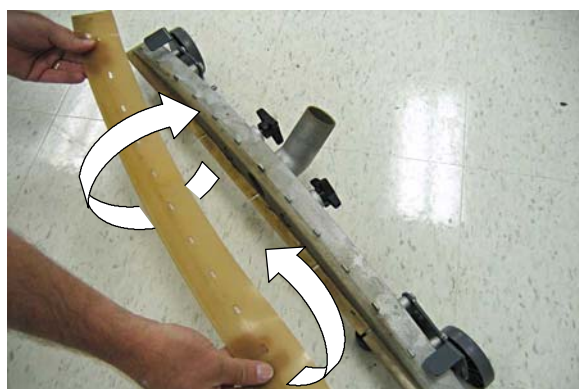

図 47
3. リヤブレードを取り外し、新しい拭き取りエッジが出るよう入れ替えてください（図 47）。